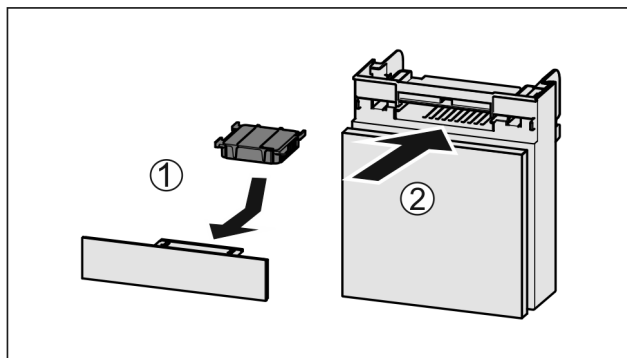

Fig. 152
- Установите фильтр с активированным углем, как показано на рисунке Fig. 152 (1).
- Вставьте отделение Fig. 152 (2).